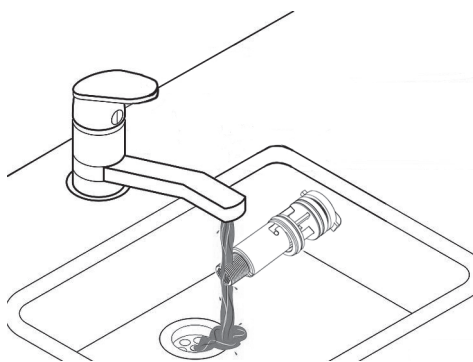
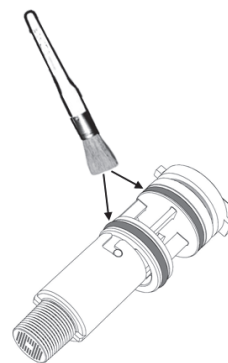

рис. 49
рис. 50
- Таким образом, можно очистить расходомер (см. рис. 49 и рис. 50) или заменить его компоненты.